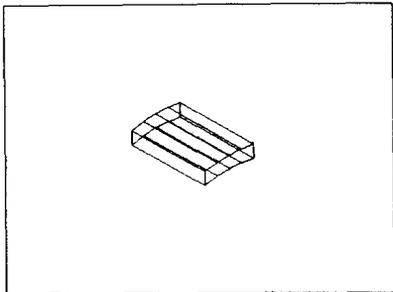
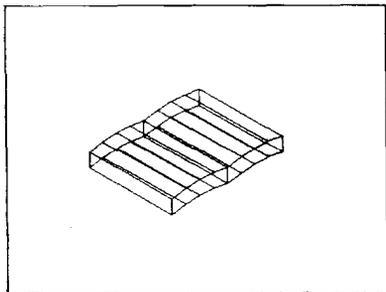

图 2-5
图 2-6
①当前正向角度：ANGIR=逆时针 ANFBASE=0；选择对象：选取实体 ↵。
②指定轴上的第一个点或定义轴依据 [对象 (O) /最近 (L) /视图 (V) /X 轴 (X) /Y 轴 (Y) /Z 轴 (Z) /两点 (2)]：X ↵。
③指定轴上的点 <0,0,0>：100,0,0 ↵。
④指定旋转角度或 [参照 (R)]：90 ↵。见图 2-5。
①选择对象：选取实体 ↵。②指定基点或位移或者 [重复 (M)]：
100,-80,0 ↵。③指定位移的第二点或 <用第一点作位移>：60,-80,0 ↵。见图 2-6。